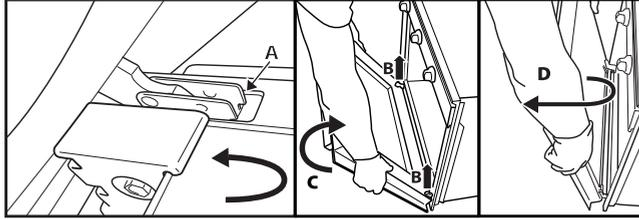

Fig 2
3. Fermez complètement la porte (A), soulevez-la (B) et faites-la pivoter (C) jusqu'à ce qu'elle se décroche (D) (fig. 2).